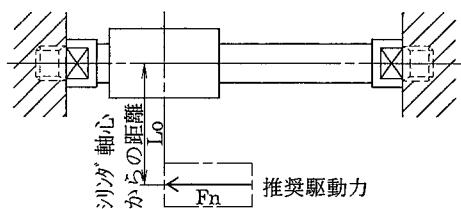

図 5-1. 駆動力
ロッドレスシリンダは、ピストンの中心軸で推力を取出すことが理想的ですが、通常は図 5-1 に示すように、ピストンの中心軸から  $L_o$  (cm) 離れた所で  $F_n$  (N) の駆動力を取出すことになります。